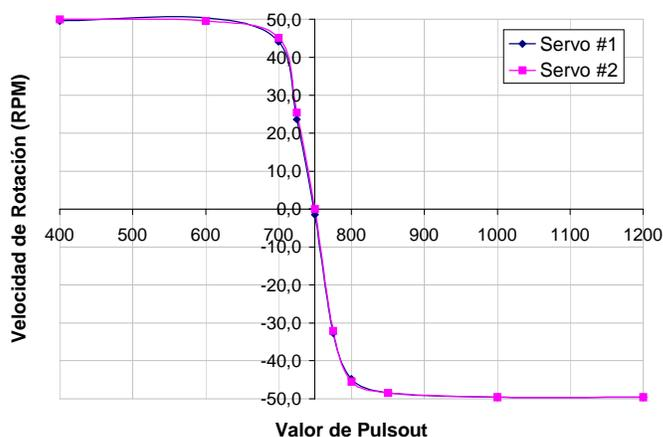

Figura 1.35: Valor de `pulsout` vs. Velocidad angular de los servos del Boe-Bot.
4. La Figura 1.35 muestra un gráfico generado por una hoja de cálculo de Microsoft Excel usando ocho puntos de datos. En su propio gráfico, sería más conveniente realizar muchas más mediciones, especialmente en la parte curva del gráfico. Use su programa de hoja de cálculo para magnificar el área entre 600 y 900.